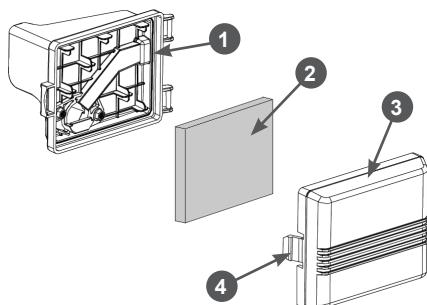

Рис. 19 Обслуживание воздушного фильтра
1. Нажмите на защелку 4 и снимите крышку 3 воздушного фильтра (Рис. 19).
2. Извлеките из корпуса 1 фильтрующий элемент 2 (Рис. 19).
5. Произведите очистку крышки 3 и корпуса 1 воздушного фильтра, не допуская попадания пыли и грязи в воздуховод, ведущий к карбюратору (Рис. 19).